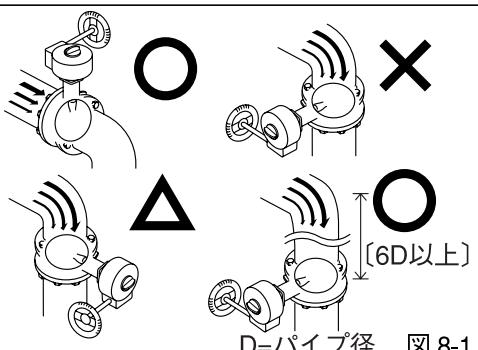

図8-1
- 曲がり管などへの取付：配管時、バルブの取付方向に制限はありませんが、図のような配管条件下では、弁棒の取り付け方向にご注意ください。（図8-1）